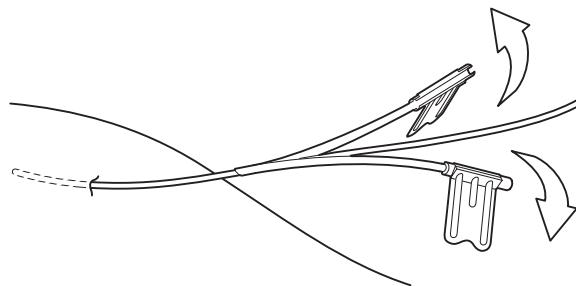

図7
**注記:** 針の緑色のフィンを挟み付けた後、次にフィンを引き離して、針を分けて離します。図7を参照してください。